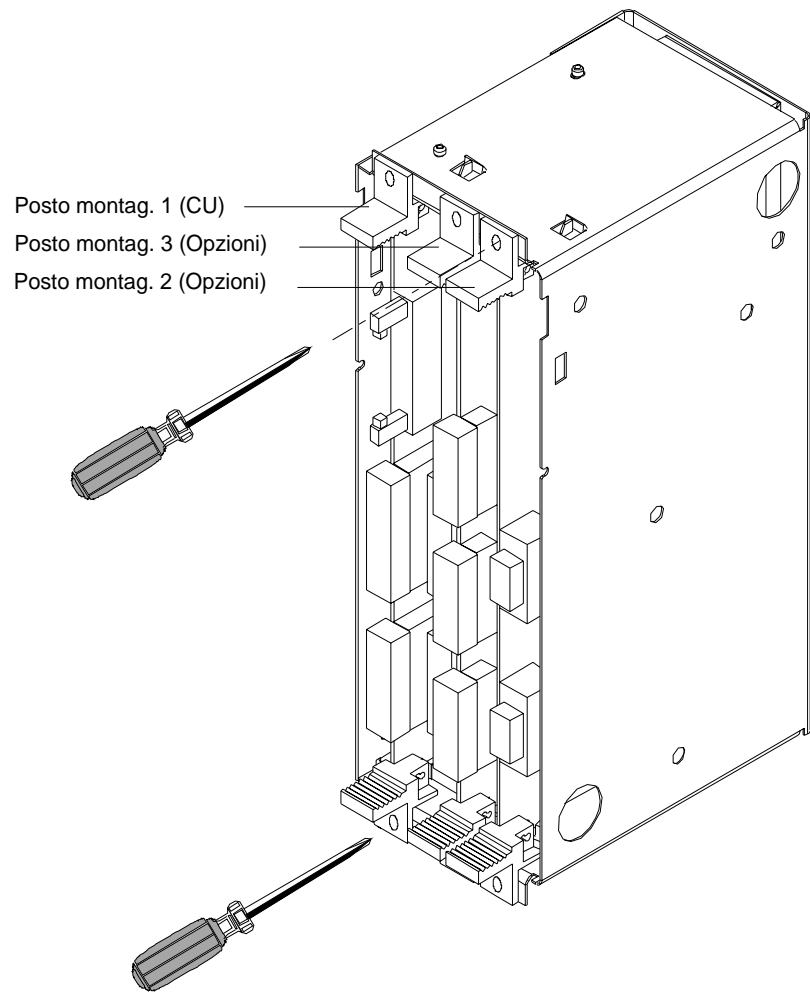

Fig. 5.4 Box dell'elettronica, equipaggiato con CU (posto montaggio 1) e opzioni (posti montaggio 2 (destra) e 3 (mezzo))
- Estrarre tutte le cartelle dal box dell'elettronica (Fig. 5.4)